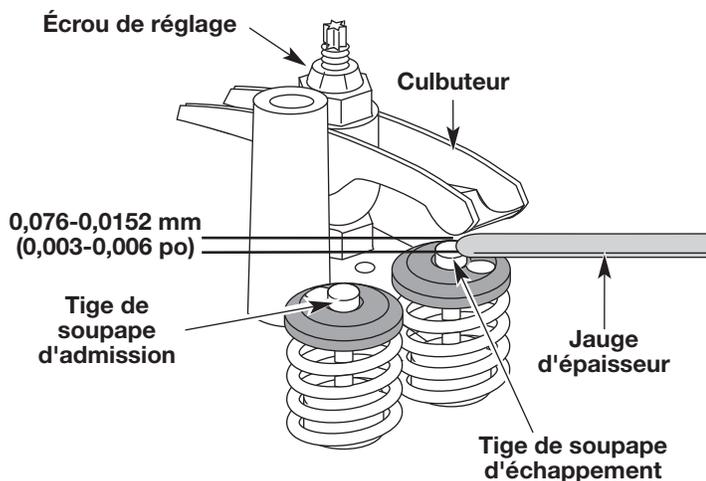

Fig. 30
- a. Tournez l'écrou de réglage à l'aide d'une clé de 8 mm (5/16 po) ou d'un tournevis à embout hexagonal (Fig. 30).